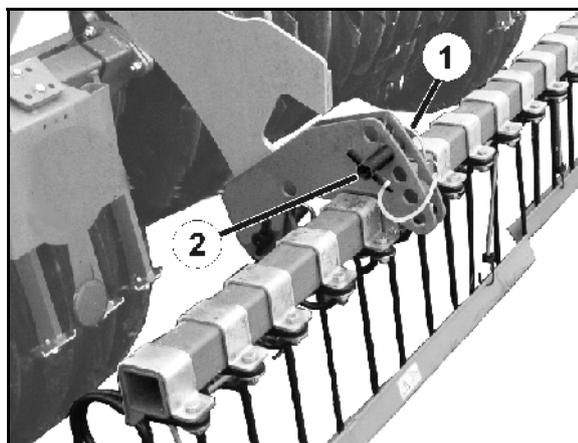

Fig. 47
2. Klappstecker (Fig. 47/1) lösen.
3. Einstellbolzen (Fig. 47/2) in gewünschter Position abstecken.